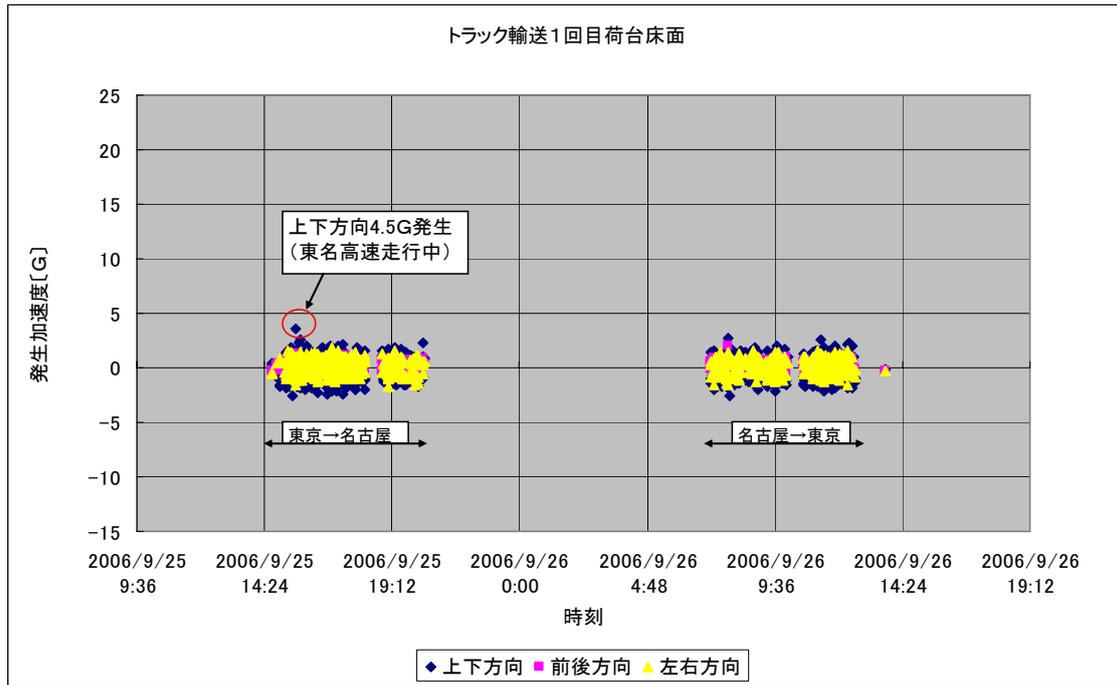
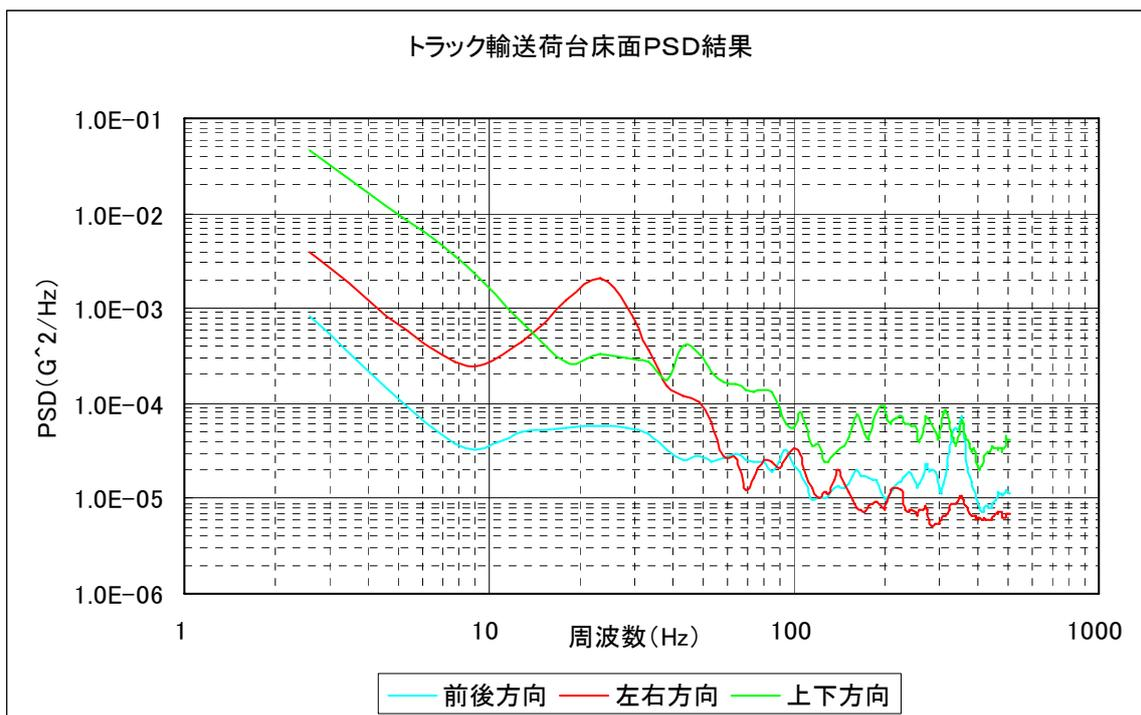

図4 トラック輸送の発生加速度例
図5 トラック輸送のPSD解析例
ここではトラック輸送中の状況を調査した事例を紹介する。図4には加速度の発生状況を、図5にはPSD解析結果を、そして図6にはトラック荷台内の温湿度状況を示す。なお、当該輸送事例の輸送・計測条件は次のとおりである。
まずは、加速度の発生状況をみよう。図4のポイントは、①往路と復路の差、②上下方向加速度と前後左右方向との差、③製品に影響を及ぼす加速度が発生した時刻（発生場所）である。
続いて、PSD 解析結果を見よう。図5は横軸に「周波数」を、縦軸に「振動エネルギー」をとった PSD 解析線図である。測定した振動に特徴的な特性がない場合には、周波数が高くなるに従い振動エネルギーは小さくなり、多少の上下変動があったとしても解析線はなめらかな「右肩下がり」の傾向を示すことになる。